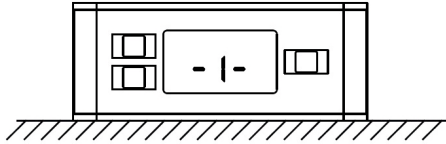
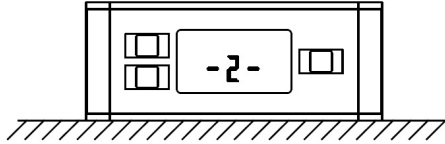

Abb. 7
Abb. 8
- » Das Display erscheint (Abb. 7), drücken Sie kurz „on/REF/off“, „-1-“ blinkt, bitte berühren Sie das Gerät nicht bevor „-2-“ blinkt (Abb. 8).